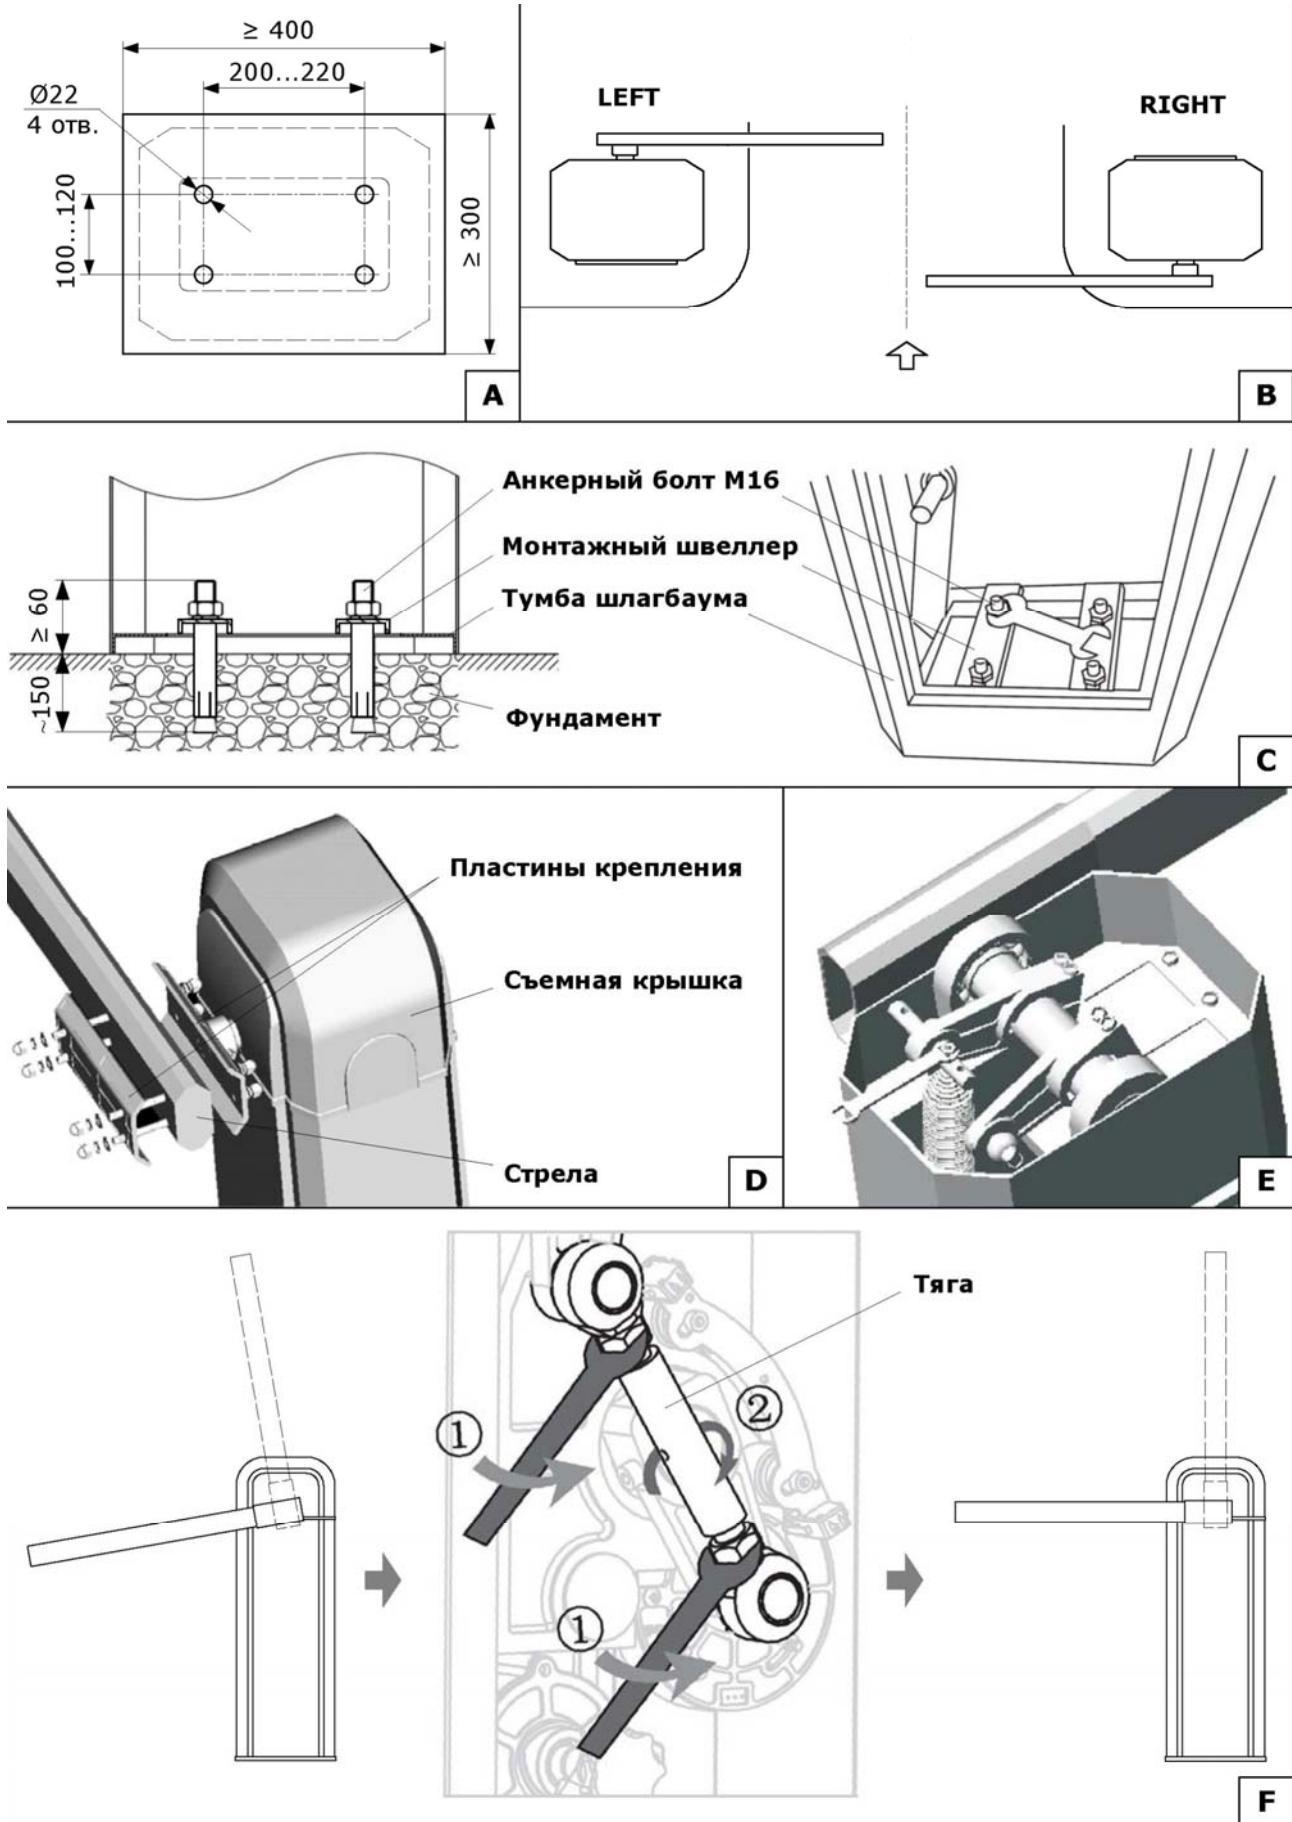

Рис. 3. Монтаж шлагбаума
- Подготовьте яму под фундамент для шлагбаума (рис. 3А-3С). Расположение ямы выберите, находясь внутри ограждаемой (охраняемой) шлагбаумом территории. Шлагбаум может быть установлен на правой или левой стороне проезда. Яму выполняйте на глубину, при которой не происходит промерзание грунта.
Для установки тумбы шлагбаума необходимо (рис. 3А, 3С):
Для выполнения балансировки стрелы необходимо (рис. 3Е):